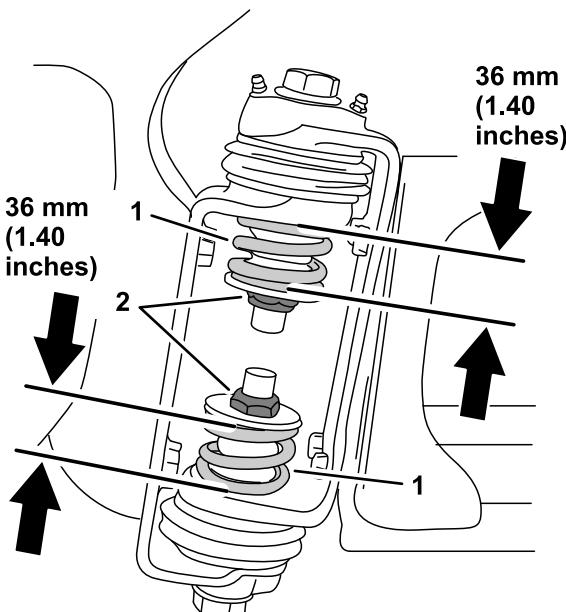

Figura 6
6. Nella cerniera della barra, misurate la compressione delle molle superiore e inferiore mentre le barre sono in posizione prolungata (Figura 6).